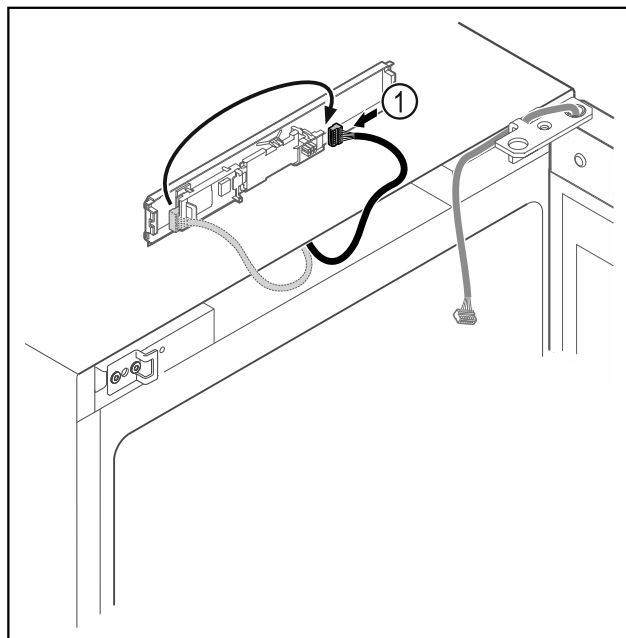

Fig. 21
- ▶ Flytta kontakten Fig. 21 (1) till kretskortet.